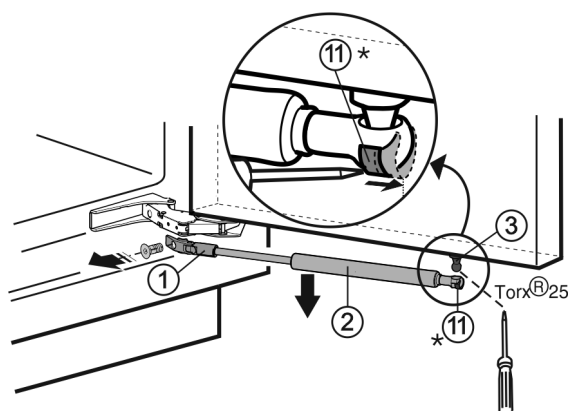

Fig. 8
- Deslice hacia fuera el muelle tensor Fig. 8 (11) con un destornillador.*
- Retire hacia abajo el amortiguador de cierre Fig. 8 (2).
- Desatornille el soporte Fig. 8 (1).
- Desatornille la rótula esférica Fig. 8 (3) (Torx® 25).
- ▶ Vuelva a deslizar hacia dentro el muelle tensor *Fig. 8 (11)*.*